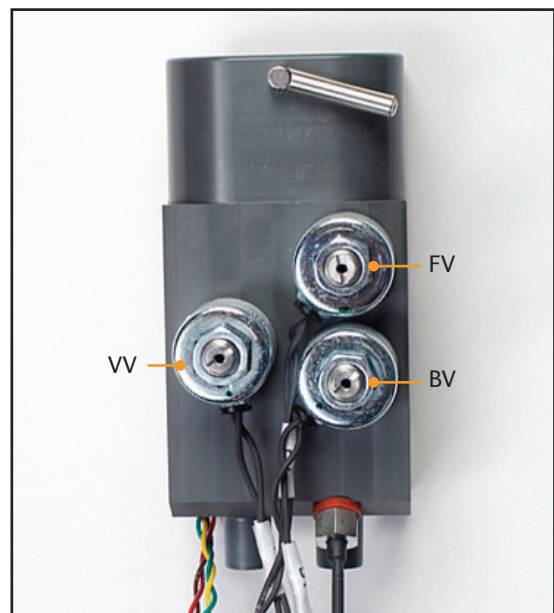

图 8-62 歧管，显示 3 个螺线管的位置（步骤 8）
8. 重新安装歧管线束时，请注意，线束上贴有辨识螺线管的标签（FV、BV、VV）。如果螺线管未处于如图所示的正确位置，设备将无法正常工作（图 8-62）。